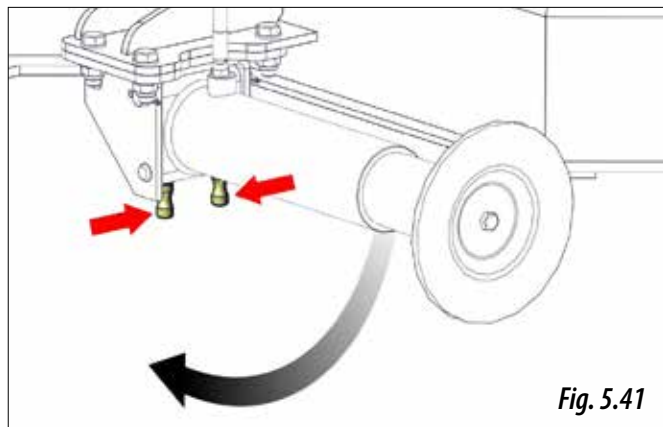

Fig. 5.41
- 1- Țineți piciorul de susținere cu o mână și folosiți cealaltă mână pentru a acționa elementele de siguranță și a-l debloca (Fig. 5.41).